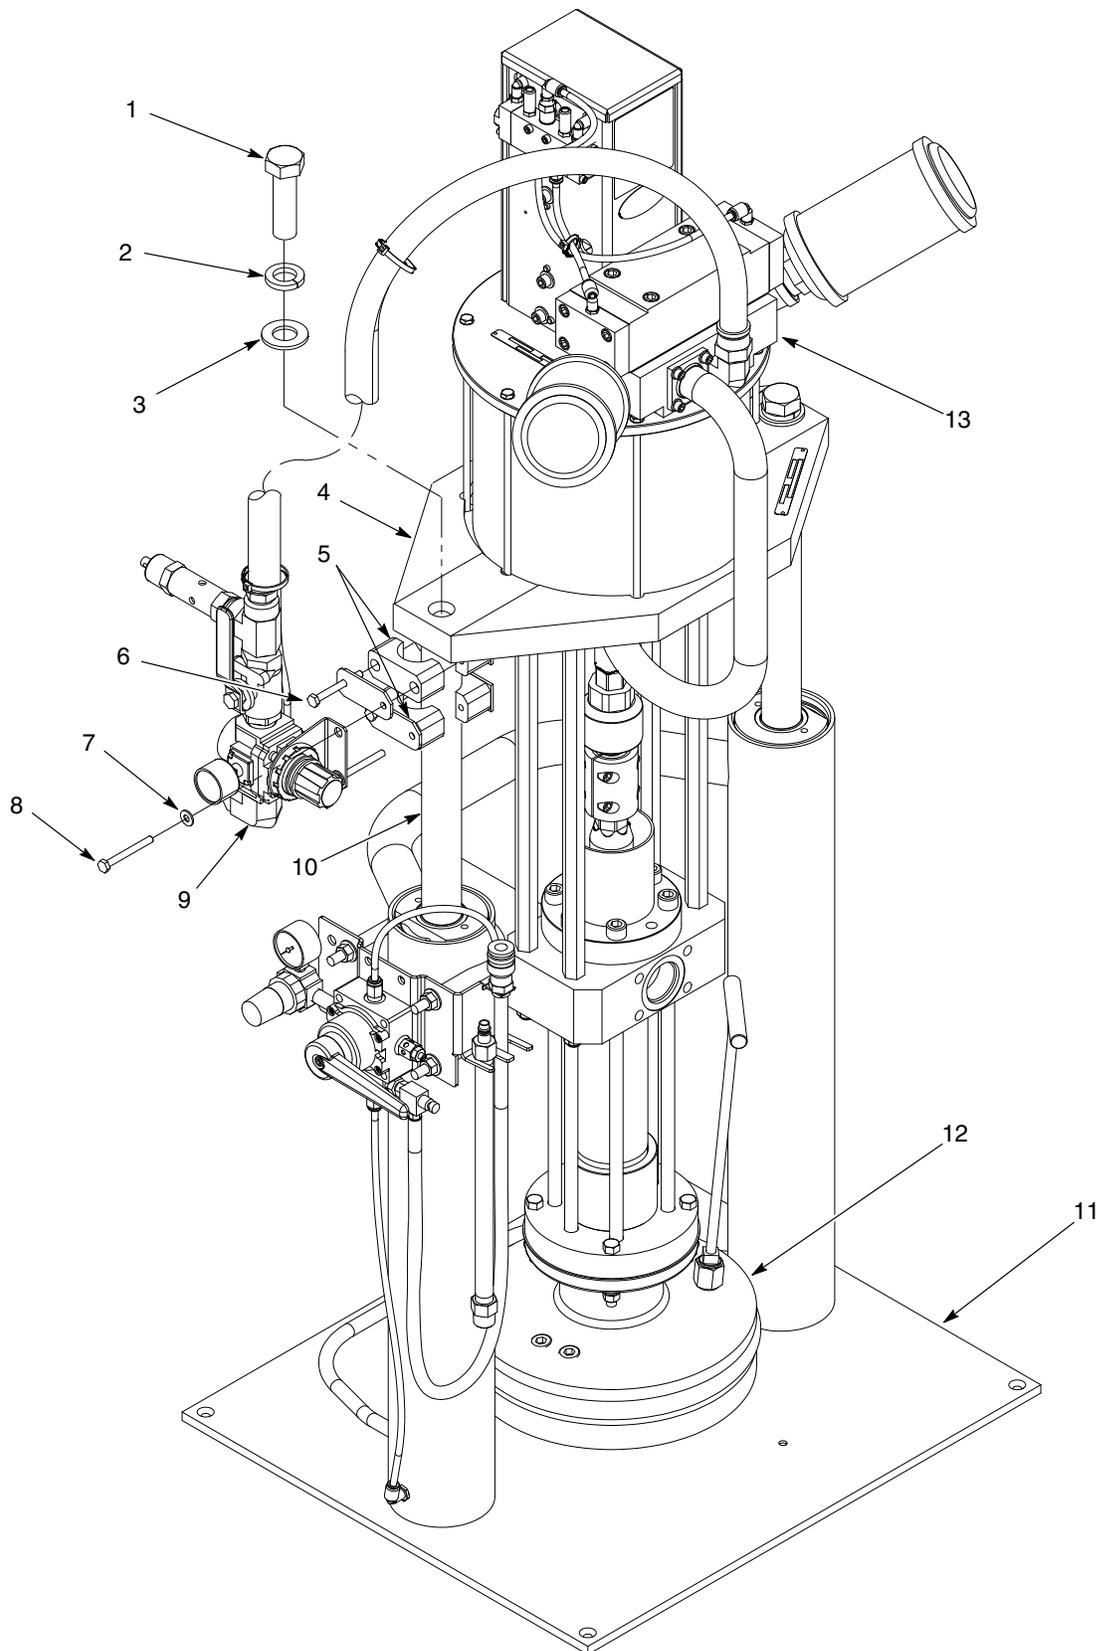

Figura 4 Smontaggio del gruppo pompa
1. Vedi figura 4. Abbassare la piastra di pressione (12) sulla base del telaio piccolo (11).
2. Verificare che tutta la pressione sia eliminata dai pistoni dei cilindri pneumatici. Scollegare il tubo di alimentazione dell'aria dal regolatore dell'aria (9).
3. Togliere le viti (8) e le rondelle (7) che fissano il regolatore dell'aria (9) al morsetti (5).
4. Togliere le viti (6) che fissano i morsetti (5) all'albero del cilindro (10).
5. Togliere le viti (1), le rondelle elastiche di sicurezza (2) e le rondelle piatte (3) che fissano la piastra di base (4) agli alberi dei cilindri (10).
- Vedi figura 4. Montare il gruppo pompa (13) sul telaio piccolo (11).
- Applicare Loctite 242 sui filetti delle viti (1). Fissare la piastra di base (4) agli alberi dei cilindri (10) usando le viti, le rondelle elastiche di sicurezza (2) e le rondelle piatte (3). Serrare le viti a 190-195 ft-lb (258-264 N•m).
- Montare i morsetti (5) sugli alberi dei cilindri (10) usando le viti (6). Stringere saldamente le viti.
- Montare il regolatore dell'aria (9) sui morsetti (5) usando le rondelle (7) e le viti (8). Stringere saldamente le viti.
- Collegare il tubo di alimentazione dell'aria al regolatore dell'aria (9).